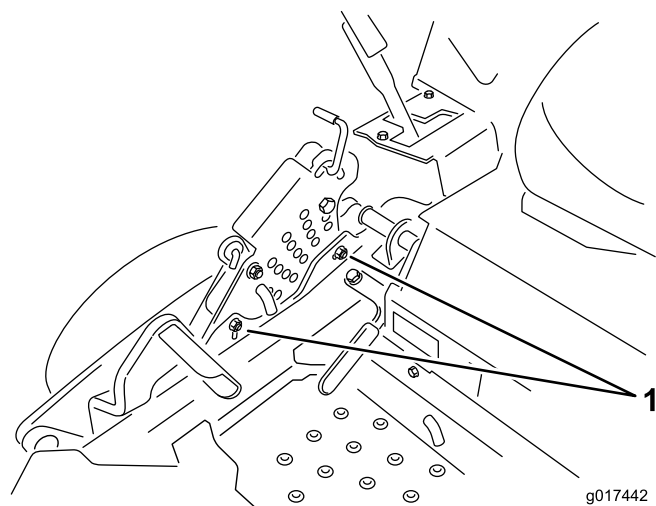

図 72
12. シングルポイントの調整を行うには、刈高プレートの底部にあるボルト2本をゆるめる。図 72を参照。
14. 刈高プレートの底部にあるボルト2本を締め付ける (図 72)。27-33 ft-lb (37-45 Nm = 3.7-4.5 kg.m) にトルク締めする。